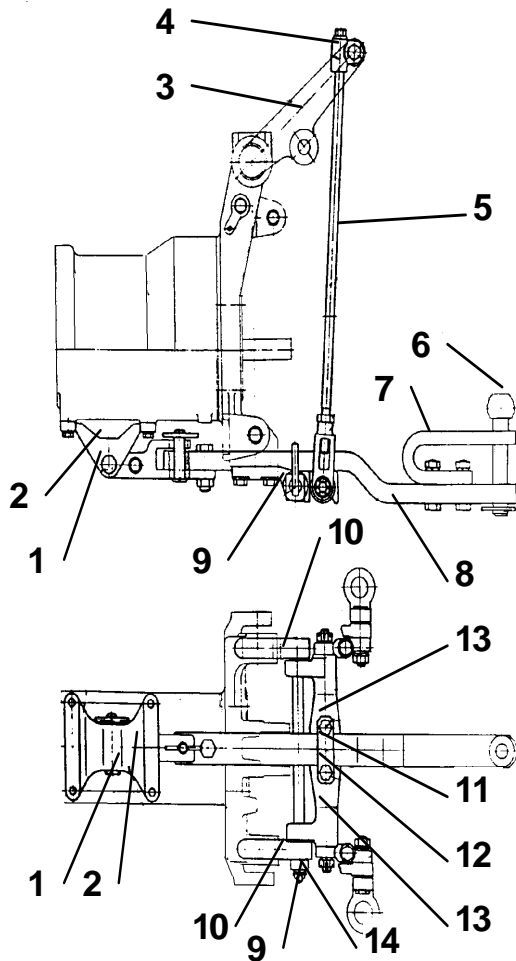

Abb. F-56. Untere Transportkupplung
Die untere Transportkupplung ist zum Abschleppen von Landwirtschaftsmaschinen, Einachsanhängern und Kfz-Anhängern. Die Kupplung kann vertikal mit Hilfe des Krafthebers verstellt werden. Kugelförmiger Teil des Bolzens (6) dient zum Ankuppeln von Kfz-Anhängern. In Transportstellung ist die Kupplung mit Hilfe des Bolzens 9 (Abb. F-56) gesperrt, der in Löcher der Stütze (10) und des Querbalkens (13) eingesteckt wird, die sich im Unterbereich des Gehäuses der Heckzapfwelle befindet.